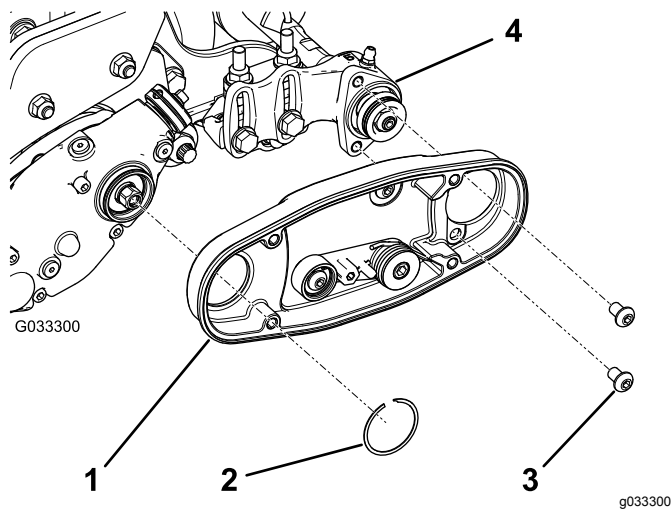

图8
2. 安装左侧或右侧滚筒刷架 图8。
注意 确保怠轮皮带轮组件按 图8 中所示安装在底部。
- 为 2 个螺栓 5/16 x 1/2 英寸涂抹 242 乐泰胶蓝色并用这两个螺栓将滚筒刷架安装到滚筒刷轴承座上图8。
- 用卡环将滚筒刷架固定至疏草刀驱动器外壳上图8。